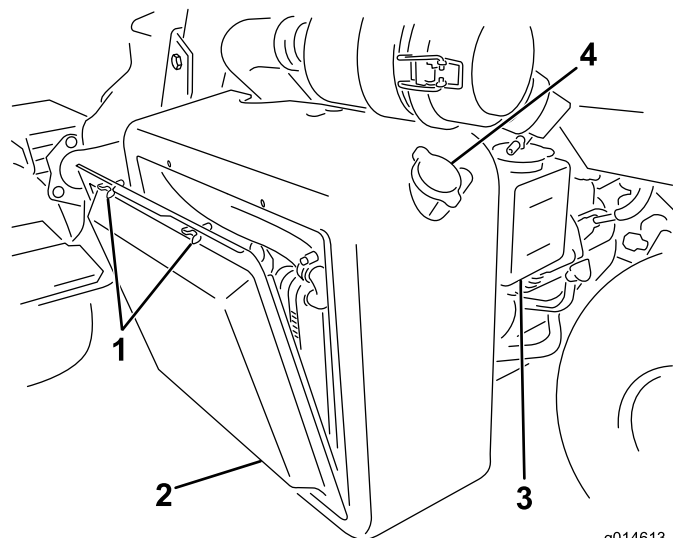

Figura 37
1. Retire o painel do radiador (Figura 37).
2. Verifique o nível do líquido de arrefecimento do motor (Figura 37 e Figura 38).